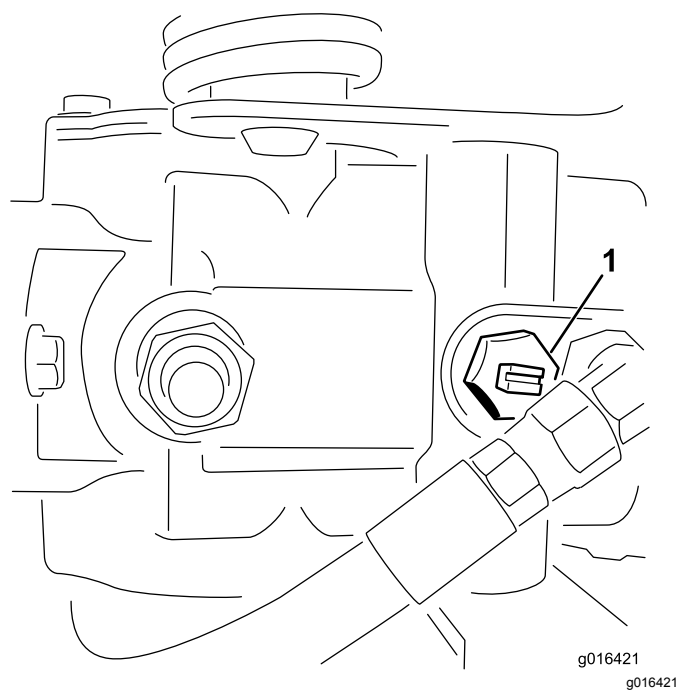

図 33
1. 油圧ポンプについているバイパスバルブ 図 33 の溝が「縦」になるようにバルブを回転させる。
2. エンジンを始動する前に、必ずバイパスバルブを閉じる溝が横向きになる 図 33。